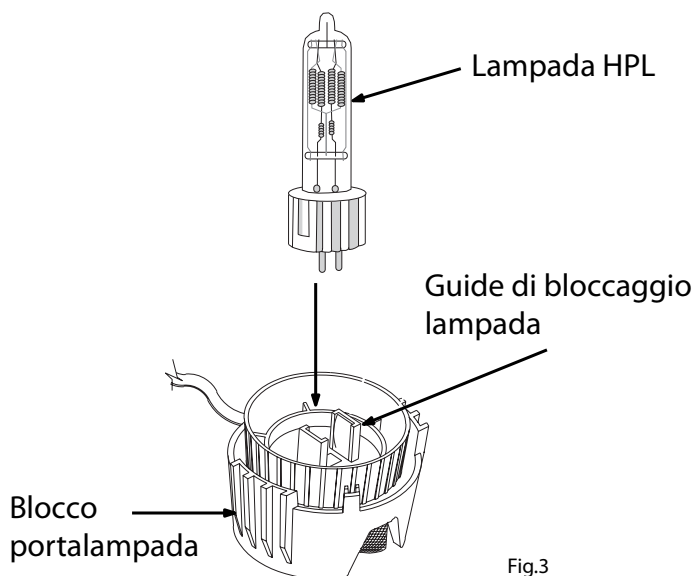

Fig.3
- Estrarre il blocco portalampada e sostituire la lampada (fig.3).